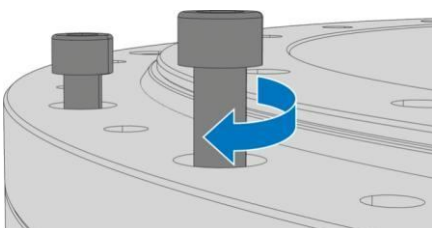

Рис. 19: Затяжка винтов крепления
5. Расположите обойму и внешнее кольцо качения согласно рис. 19 на внутреннее кольцо качения. При производстве данного действия, придерживайте вместе концы кольца качения во избежание выскальзывания комплектов шариков.